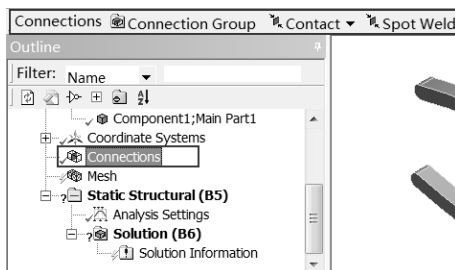

图 13-16 接触工具栏
Step2：选择 Mechanical 界面左侧 Outline（分析树）中的 Connections 选项，此时会弹出如图 13-16 所示的 Connections 工具栏。